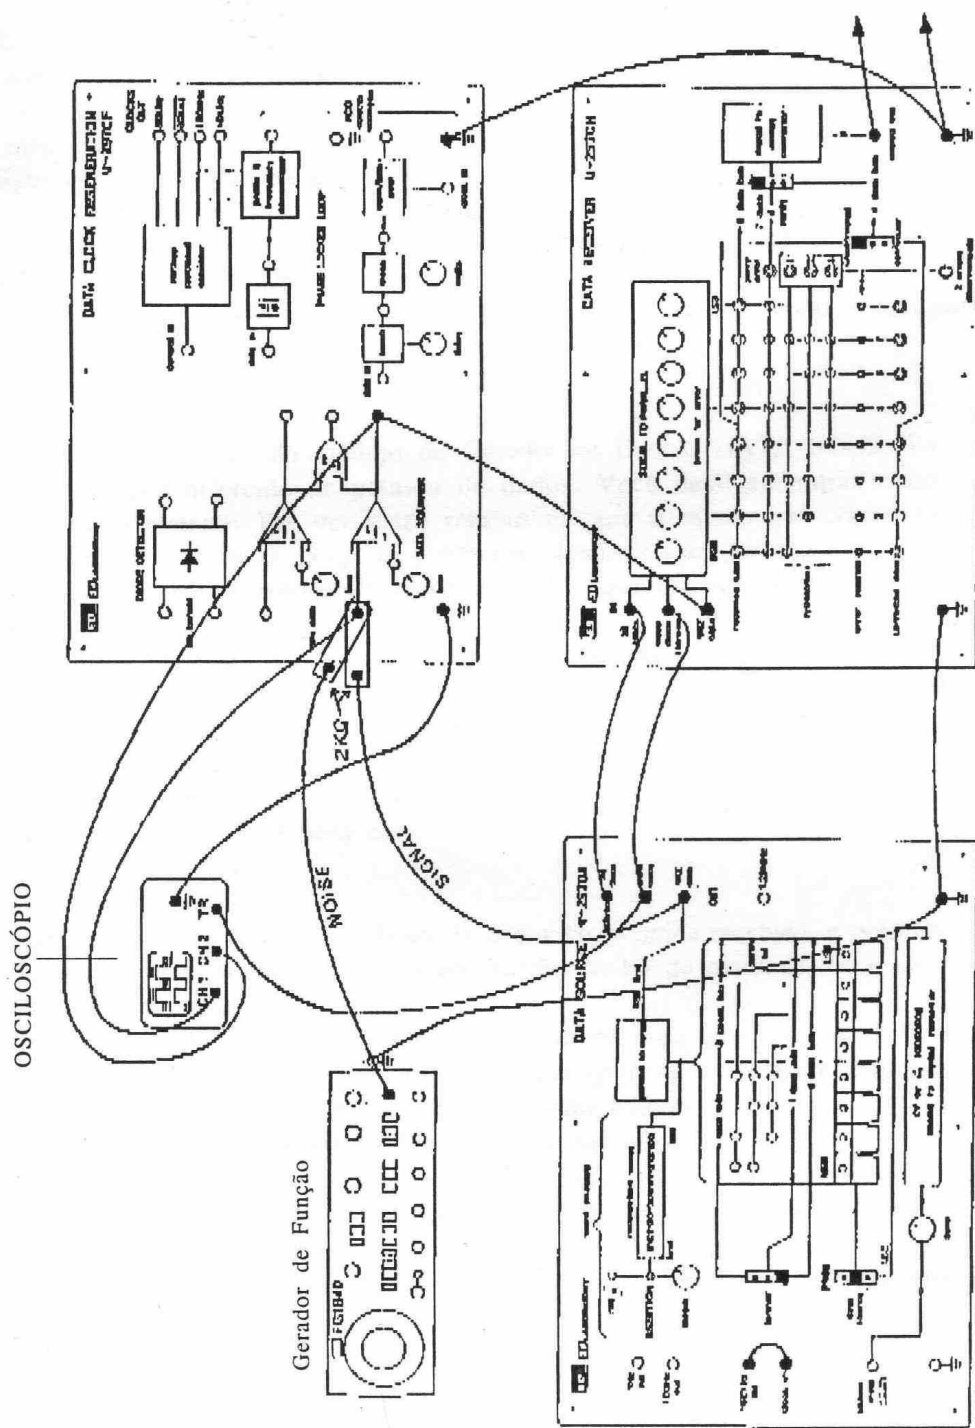

Figura 8: Simulação de ruído com um gerador de função
Fazer as conexões e selecionar o conjunto de chaves do módulo como mostra a figura 8. Os dois pinos do dispositivo de entrada dos dados quadrados no módulo U-2970F ambos são resistores de 2 k Ω . Eles servem para atenuar o sinal e permitir um sinal de ruído para misturar com este.
7. Com ambos os canais conectados na saída dos dados enquadrados, ajuste o osciloscópio até que os dois traços fiquem superpostos. Então reconecte como mostra a figura 8. Desenhe a forma de onda. Tente alterar a quantidade de ruído e de polarização.